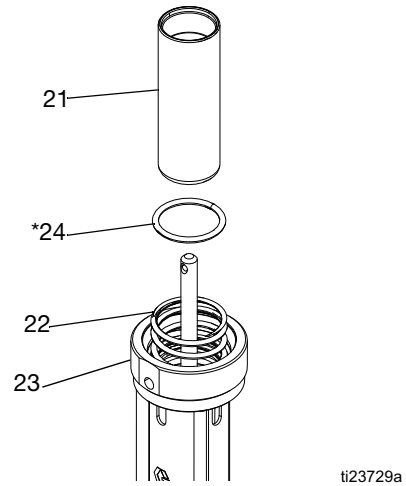

FIG. 15
7. Extraiga el pistón de aire (21) de la parte superior de la base del motor neumático (23). Retire la junta tórica (24*) de la base del motor neumático. Inspeccione todas las piezas, incluido el muelle (22) de la base del motor neumático en busca de daños. Consulte la FIG. 15.